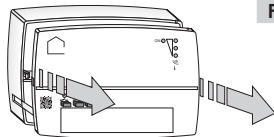

Fig. 2
- Estrarre il frontale dalla base (una leggera resistenza all'estrazione, dovuta ai pin di collegamento, è da considerarsi normale) fig. 2